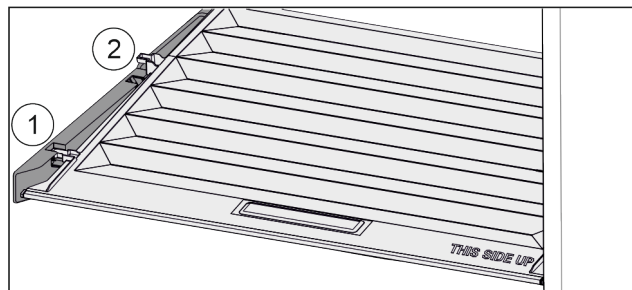

Fig. 34
- ▶ Pokrywę pociągnąć do przodu Fig. 34 (1), aż otworzy się w elementach trzymających.
- ▶ Podnieść tył od dołu i w wyjąć Fig. 34 (2) go do góry.